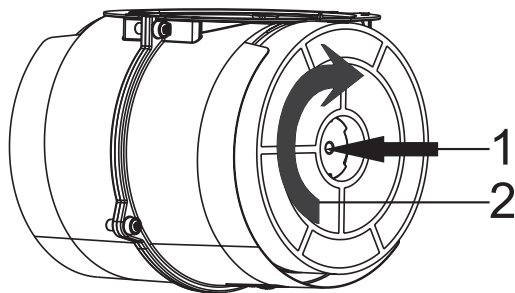

Fig. 4: AF 90 FILTRO DE CARBONO
1. Coloque o filtro de carbono no aparelho. Fig. 4
2. Rodando o filtro de carbono no sentido dos ponteiros do relógio, certifique-se de que está completamente encaixado. Fig.4
3. Coloque o filtro de carbono em seu aparelho. Fig. 4
4. Girando o filtro de carbono no sentido horário, assegure-se de que esteja completamente em forma. Fig. 4